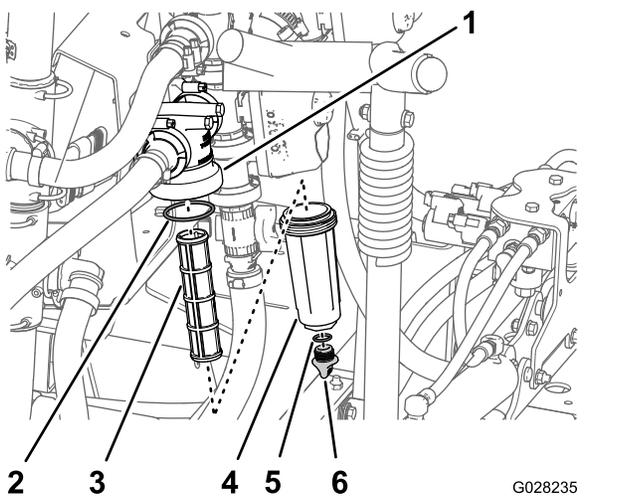

Figura 99
2. Coloque un recipiente de drenaje debajo del filtro de presión (Figura 99).
3. Gire el tapón de vaciado en sentido antihorario y retírelo de la cubeta del filtro de presión (Figura 99).
4. Enrosque la cubeta en sentido antihorario y retírela de la cabeza del filtro (Figura 99).
5. Retire el elemento usado del filtro de presión (Figura 99).
6. Inspeccione la junta tórica del tapón de vaciado (situada dentro de la cubeta) y la junta tórica de la cubeta (situada dentro de la cabeza del filtro) en busca de daños o desgaste (Figura 99).
7. Instale el elemento nuevo del filtro de presión en la cabeza del filtro (Figura 99).
8. Instale la cubeta en la cabeza del filtro, y apriétela a mano (Figura 99).
9. Instale el tapón en la cubeta, y apriételo a mano (Figura 99).